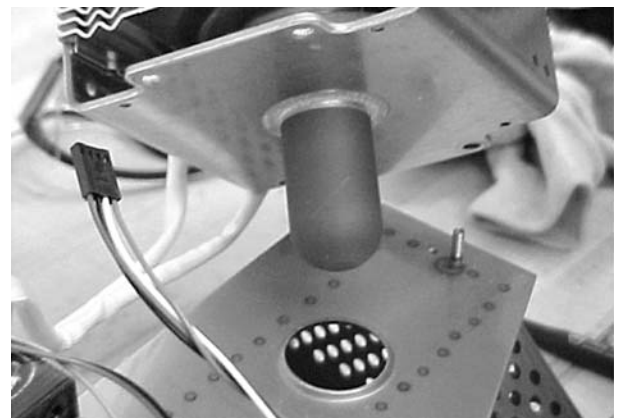

Figura 4-19 Montagem do magnetrão
1. Consulte a figura 4-19. Inspeccione a junta em redor da antena do magnetrão novo verificando se ela está lisa e isenta de detritos. Verifique se existem sinais de formação de arcos voltaicos ou queima em redor da flange. Se existirem marcas de formação de arcos voltaicos ou de queima, contacte o seu representante Nordson.